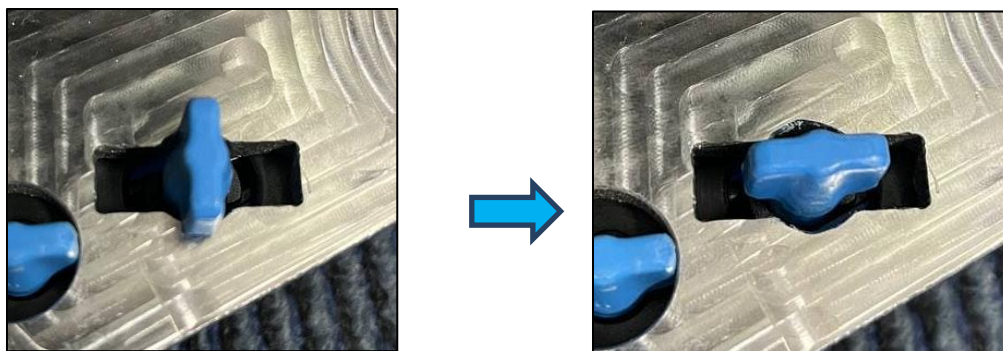

Fig. 2
1. Tournez les deux fixations (Fig. 1) jusqu'à ce qu'elles s'alignent avec leur trou (Fig. 2).